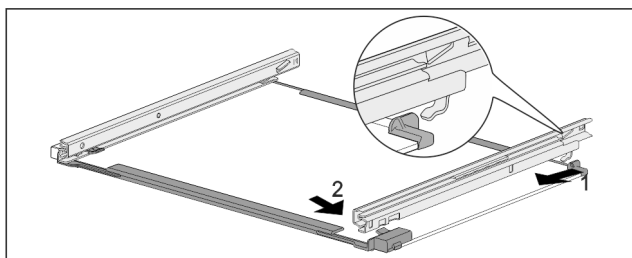

Fig. 201 Skleněná deska s kolejničkami
- Zahákněte kolejničku vzadu. Fig. 201 (1)
- Zaklapněte kolejničku vpředu. Fig. 201 (2)